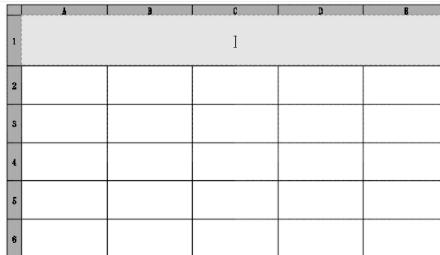

图7-46 创建表格示例
- 6) 单击“确定”按钮，在绘图区将鼠标指针移动到合适位置后，单击指定插入点，完成创建表格，此时表格最上面的一行（第一个单元）处于文字输入状态，如图7-46所示，同时，在功能区显示“文字编辑器”选项卡。